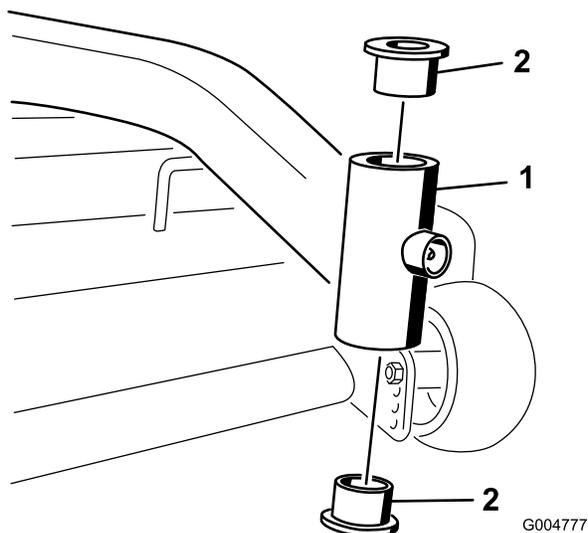

Figure 45
- Insérez un chasse-goupille dans le tube de montage et chassez les bagues avec précaution (Figure 45).